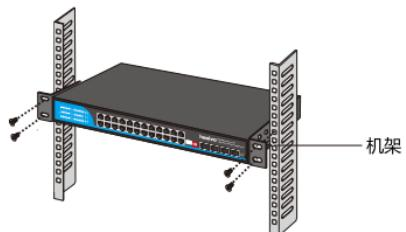

图1.1.2 交换机安装示意图
4.用螺钉将L型支架固定在机架两端固定的导槽上，确保交换机稳定、水平的安装在机架上，如图1.1.2所示。